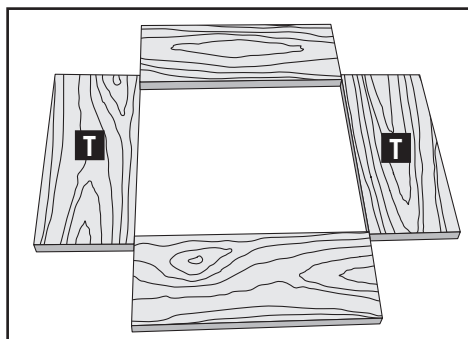

Fig. 19
PASO 3: Nivele las tablas con cola (lados de la gaveta) con una "T" (Fig. 19).